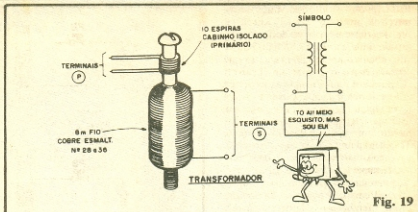

Fig. 19
- **FIG. 19** - Num pedacinho sobrando de um eletroímã idêntico ao já construído, enrolamos 10 voltas (bem apertadinhas) do cabinho de ligação. Esse mini-enrolamento pode também ser fixado com cola, ou com fita adesiva. O tal "pedacinho sobrando" é justamente o setor do parafuso junto à cabeça ou junto à ponta, que não foram originalmente ocupados pelo enrolamento já feito anteriormente. Observar que, no caso, o enrolamento primário (P) é menor, agora feito, enquanto que o considerado secundário (S) é o grande, feito anteriormente. Na mesma fig. 19 temos também o símbolo (representação) do transformador, utilizado nos esquemas e diagramas de circuitos e aplicações (comparar com o símbolo da bobina simples sobre núcleo de ferro - fig. 4-C, lá atrás - e notar a lógica da coisa...).